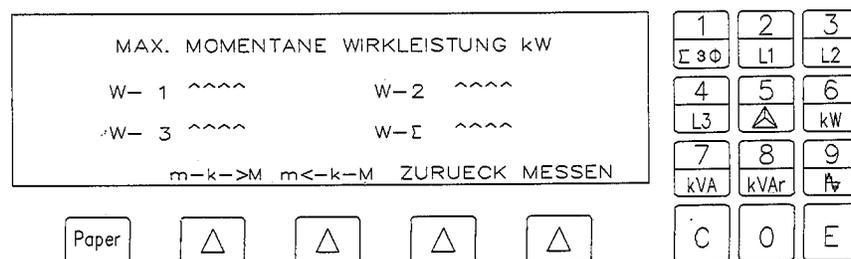

Abb. 3.32
- Danach (nach Druck auf [1] oder [2]) gibt das Display eine Seite wie in Abb. 3.32; jetzt kann gewählt werden zwischen Drehstromwirkleistung ($W-\Sigma$) oder der Leistung einer der drei Phasen. Gleichzeitig wird der Alarmwert gesetzt, dessen Maßeinheit (kW) in der Ecke oben rechts neben dem Pfeil angezeigt ist.